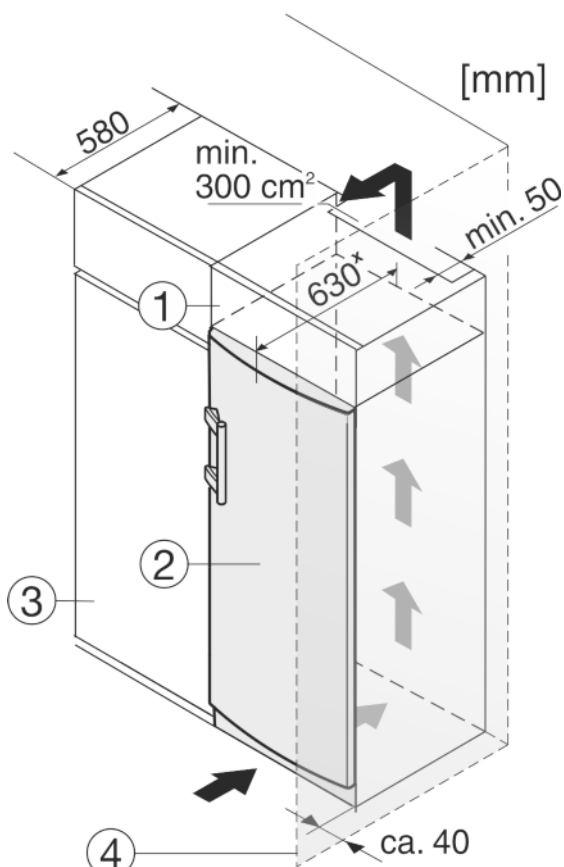

Fig. 12
- (1) Élément haut
(2) Appareil
(3) Placard de cuisine
(4) Mur
L'appareil peut être réagencé avec des buffets de cuisine. Pour adapter l'appareil Fig. 12 (2) à la hauteur du coin cuisine, une rehausse Fig. 12 (1) peut être posée sur l'appareil.
Lors de la transformation avec des placards de cuisine (profondeur max. 580 mm), l'appareil peut être placé directement à côté du placard de cuisine Fig. 12 (3). L'appareil dépasse latéralement de 34 mm* et de 50 mm* au centre de l'appareil par rapport à la face avant du placard de cuisine.
Si l'appareil est installé avec les charnières à côté d'un mur Fig. 12 (4), la distance entre l'appareil et le mur doit être de 40 mm min. Ceci correspond à la saillie de la poignée lorsque la porte est ouverte.